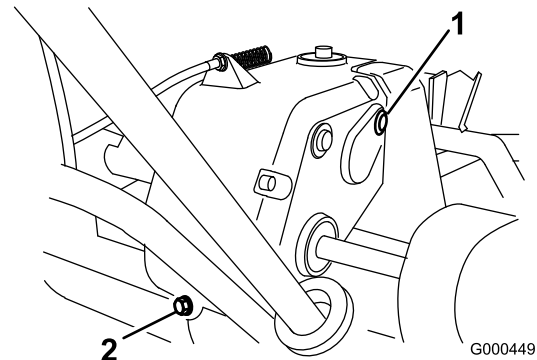

Figura 30
2. Retire el tapón de vaciado de la parte trasera de la transmisión (Figura 30).
3. Empuje el manillar hacia abajo e incline la máquina hacia atrás. Retire el tapón de verificación/llenado del lado derecho de la transmisión (Figura 30).